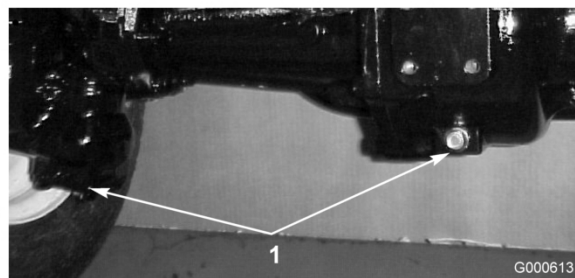

図 46
- ドレン・プラグ (図 46 ; 左右端に1個と中央に1個、全部で3個ある) の周辺をきれいに拭く。